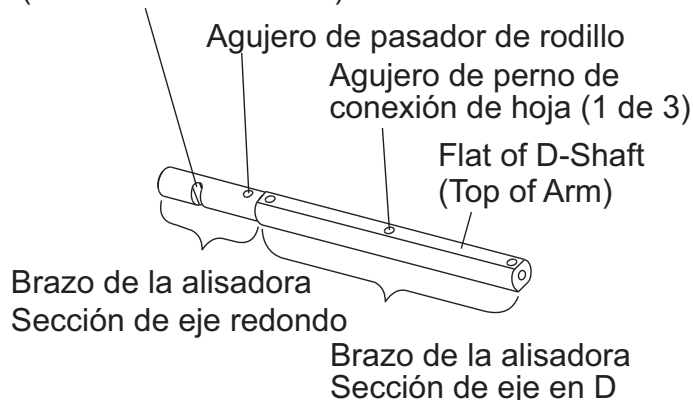

Figura 42. Brazo de la alisadora
3. Conecte los amarres de hoja en el lado lejano de los soportes de abrazadera en Z con las perillas de amarre según se muestra en la Figura 42.